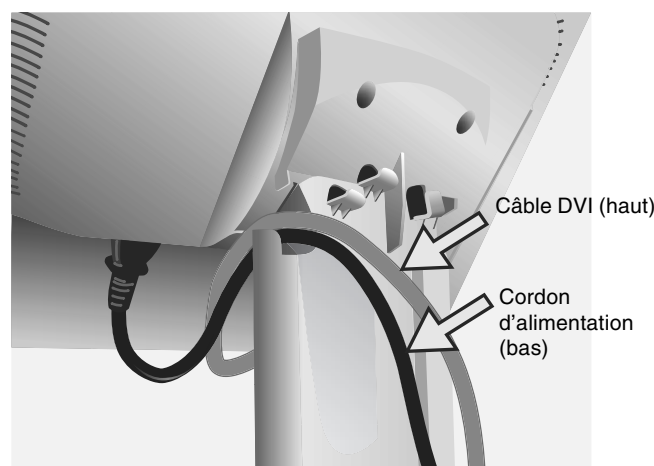

Figure C.2
5. Pour une bonne gestion du câblage, placez les câbles selon l'ordre suivant : cordon d'alimentation et câble DVI (**Figure C.2**).